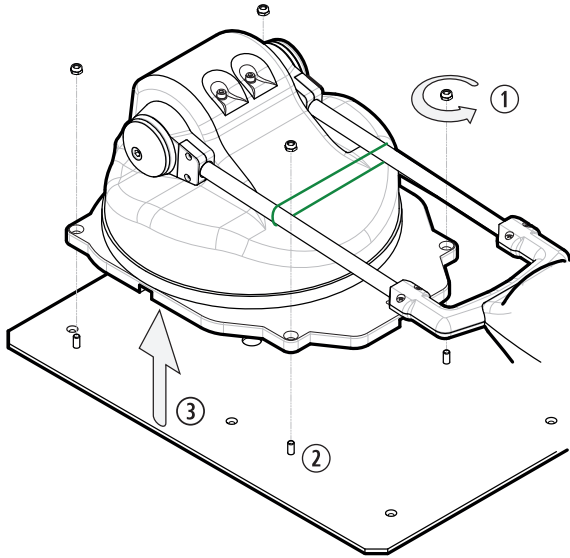

Abb. 6
Schrauben Sie die 4 äußeren Muttern der Motorgruppe ① mit einem 10 mm Schraubenschlüssel ab. Lassen Sie die verbleibenden Bolzen an ihrem Platz ② und heben Sie die Motorgruppe von der Befestigungsplatte herunter ③ (Abb.6).